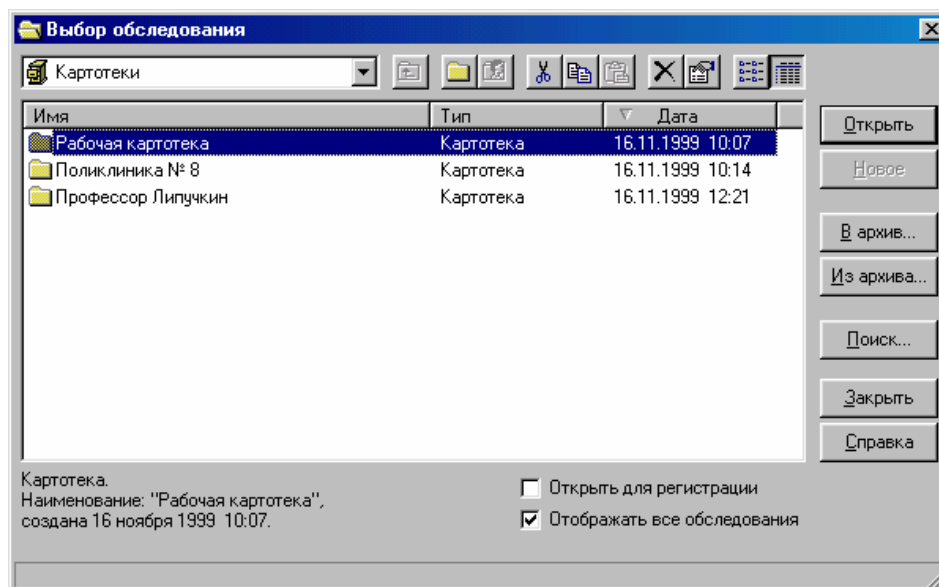

Рис. 3.14
1. Для просмотра (анализа) обследования выберите пункт меню **Обследование|Открыть** (или нажмите кнопку  на панели ускорителей). Перед Вами появится диалоговое окно *Выбор обследования* (Рис. 3.14).